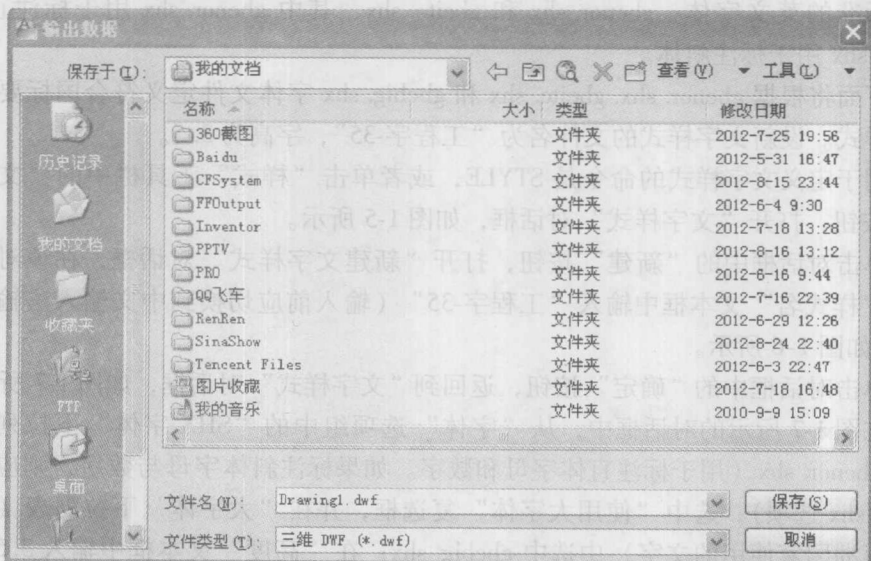

图 1-4 “输出数据”对话框
1) 选择“文件”→“输出”命令，打开“输出数据”对话框，如图 1-4 所示。